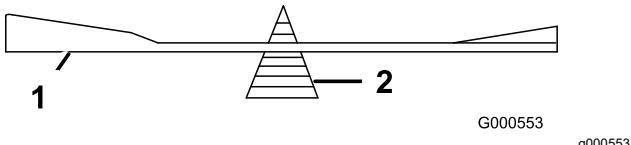

Figura 120
2. Verifique o equilíbrio da lâmina colocando-a num equilibrador de lâminas (Figura 120).